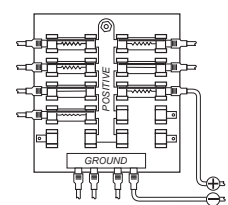

Figure 3
- 1a. S'il y a un raccord pour fusible libre, utilisez des connecteurs électriques à sertir (non inclus) qui conviennent au raccord du tableau à fusibles. Branchez le fil noir à la masse (-) et le fil rouge à l'alimentation positive (+) de 12 V c.c. (Figure 3).